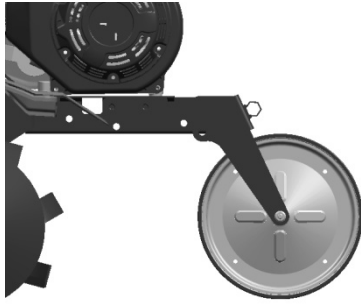

Figura 15
- 1) Regular la rueda auxiliar de la motoazada en la posición mostrada en la figura 15 cuando se viaja en carretera